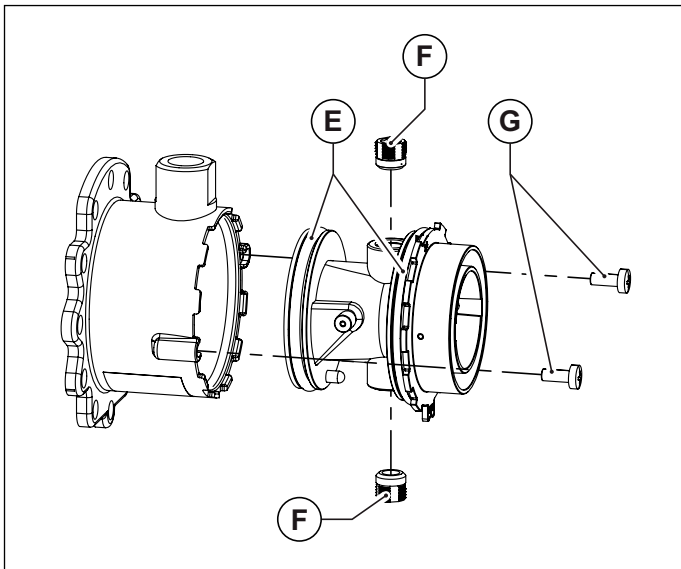
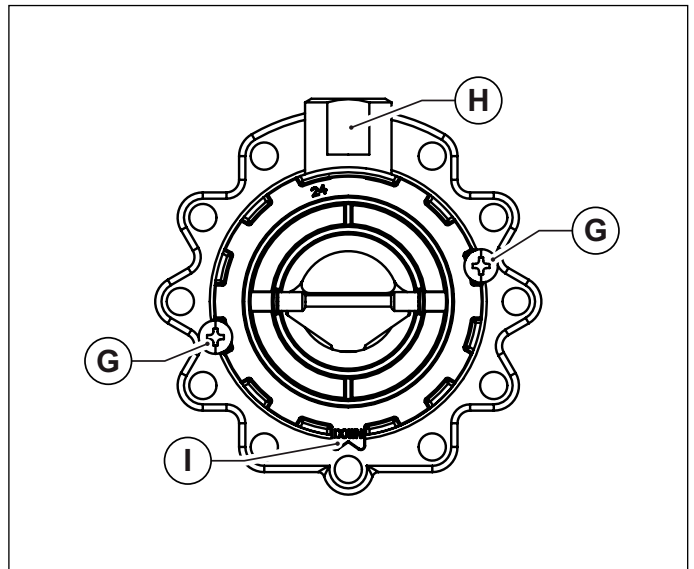

Рис. 28 Пластмасовий корпус змішувача
Рис. 29 Розташування для монтажу
- Відкрутіть два гвинта та вийміть пластиковий корпус змішувального вузла (дивись Рис. 28 Пластмасовий корпус змішувача).
- Використовуючи шостигранний ключ, викрутіть дві форсунки діаметром 6 мм (дивись Рис. 28 Пластмасовий корпус змішувача).
- Вставити пласмасовий корпус (трубку Вентурі) в узел підмісу та зафіксувати його гвинтами, слідкуючи за тим щоб не пошкодити ущільнення які розташовані по краям пласмасового корпусу (див. Рис. 28 Пластмасовий корпус змішувача) правильно обрати монтажне положення (див. Рис. 29 Розташування для мотажу).
- Закріпіть вузол підмісу на вентиляторі за допомогою болтів з циліндричною головкою під шостикутник, не забуваючи встановити між ними кілцеве ущільнення (див. Рис. 28 Пластмасовий корпус змішувача).